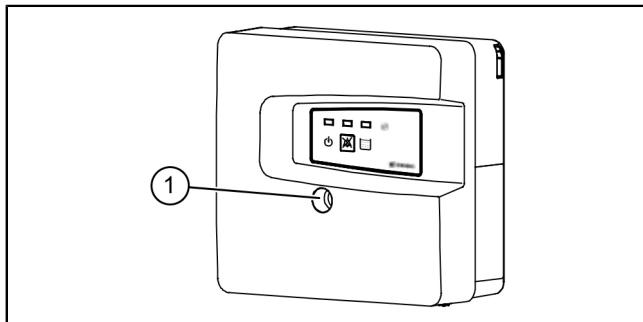

Fig. 5: Aprire l'alloggiamento
- ▶ Aprire il coperchio dell'alloggiamento **4** (vd. "fig. 5: Aprire l'alloggiamento", pagina 82).